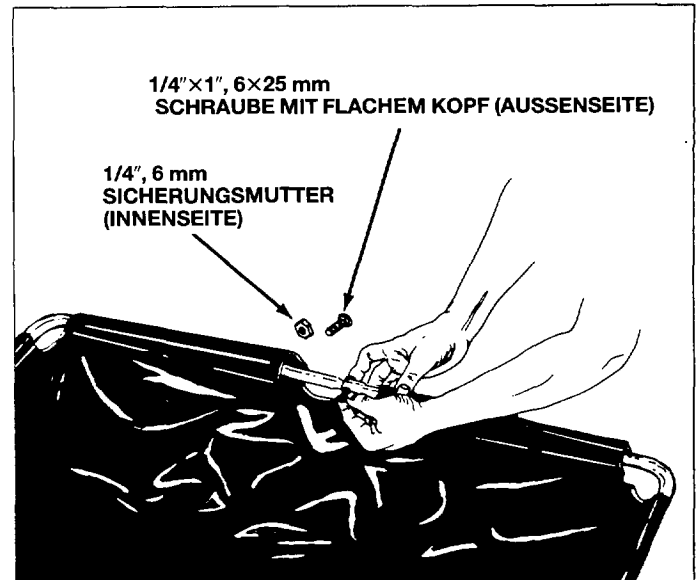

Bild 15
4. Die beiden oberen Gestänge mittels Gewindebolzen 6×25 mm (1/4" 1") und Sicherungsmutter zusammenschrauben. Siehe Bild 15.